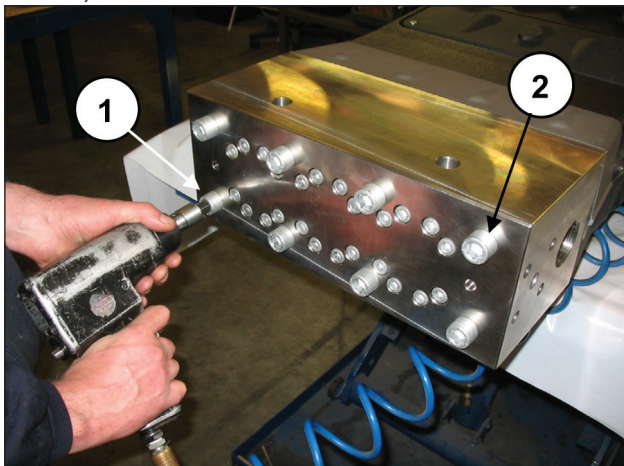
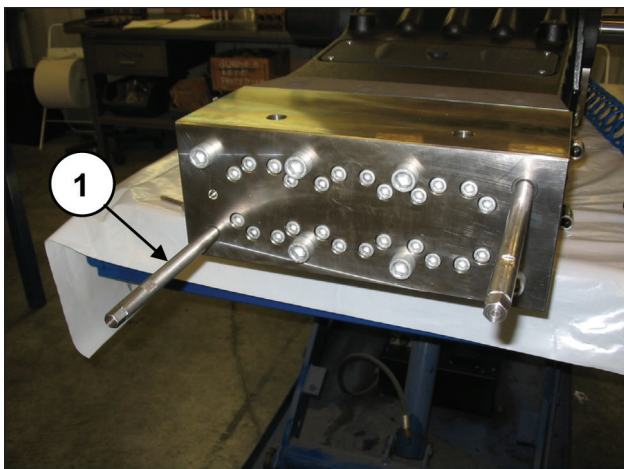

图 107
图 108
拧松径向相对的两个泵头固定螺栓 M16x280 (① 和 ②，图 107)，用两个伺服螺栓/销子 (代码 27540200) (①，图 108) 替换，然后拆除剩余的螺栓。